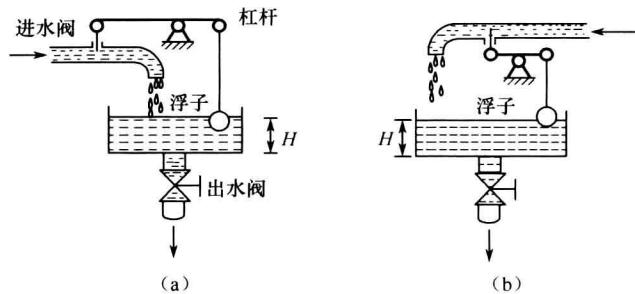

图 1-11
【1-29】(武汉科技大学 2008 年考研试题) 如图 1-11 所示的两种液面自动控制系统: (1) 哪一种能够实现液面的自动控制, 为什么? (2) 在可实现液面自动控制的系统中如何调整系统液面的期望高度 H (即如何确定系统的指令信号, 假定杠杆不可调整)? (3) 对于可实现液面自动控制的系统, 试指出系统中的控制器和比较环节分别由哪些元件构成。